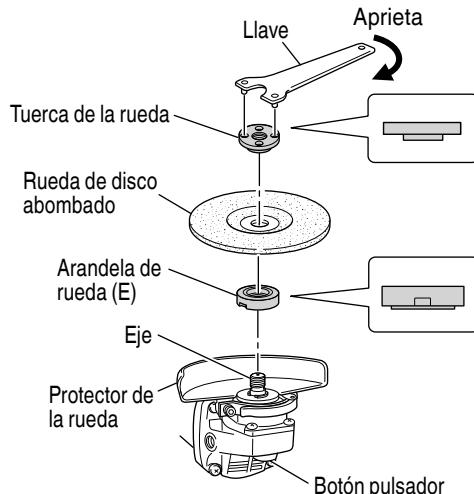

Fig. 14
- (1) Dé la vuelta a la amoladora de forma que el eje quede encarado hacia arriba.
- (2) Alinee la muesca ovalada de la arandela de la rueda (E) con la musca del eje, y después fíjelas.
- (3) Fije la parte saliente de la rueda de disco abombado en la arandela de la rueda (E).
- (4) Atornille la rueda en el eje.
- (5) Presionando el botón pulsador con una mano, bloquee el eje girando lentamente la rueda de disco abombado con la otra mano.
- Apriete la tuerca de la rueda utilizando la llave suministrada como se muestra en la Fig. 14.